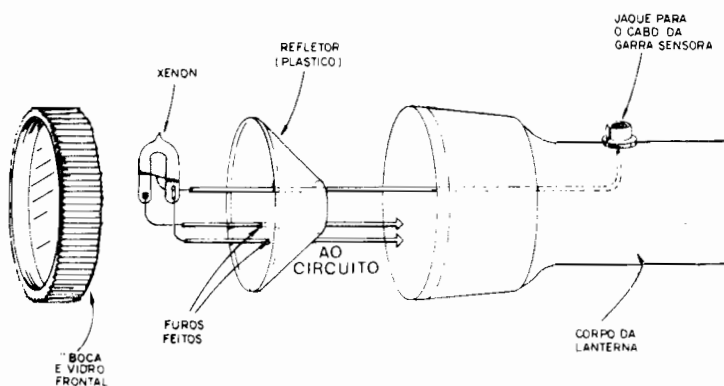

Fig.6
- FIG. 6 - “AGASALHANDO” O CIRCUITO... - No diagrama, fica claro como o corpo da lanterna de pilhas solicitado em **OPCIONAIS/DIVERSOS (LISTA DE PEÇAS)** é aproveitado para um elegante e funcional acabamento externo da SP... A placa de Circuito Impresso, estreita e longa, fica no interior da lanterna, ocupando o mesmo lugar originalmente destinado às pilhas da dita cuja... Pedacos de espuma de **nylon** podem perfeitamente servir como “calços” internos, mantendo firme o Impresso, e contribuindo para a isolamento geral do conjunto... Ainda na parte cilíndrica mais “fina” do corpo da lanterna (pode-se até, para isso, aproveitar o “buraco” original do interruptor normal da lanterna, após a remoção pura e simples desse implemento...) deve ser instalado o conector “banana fêmea”, ao qual, internamente, vai ligado o cabo que vem do terminal “D” de disparo da Xenon... Um ponto **importante** aquelas “fitas” metálicas que normalmente encontram-se agregadas a interruptor original da lanterna **também** devem ser reinovadas, não só porque desnecessárias, mas também porque podem (em vista das altas Tensões envolvidas...) estabelecer percursos de
- **FIG. 7 - CONSTRUÇÃO DA GARRA SENSORA** - A garra (pegador de papel) plástica indicada em **OPCIONAIS/DIVERSOS**, e que funcionará como sensora, "agarrada" a um cabo de vela do motor do veículo, deve ser preparada conforme ilustra o diagrama: à parte interna da suas duas "mandíbulas" deve ser colado, com adesivo forte, um pequeno "zigue-zague" de fio fino isolado... Depois de bem fixados, os dois "zigue-zagues" devem ser eletricamente reunidos, e ligados ao cabo longo (cerca de 1,5m) e flexível, terminado, na sua "outra" ponta, por um conector "banana macho" (destinado à junção com a respectiva "fêmea" situada no corpo da lanterna adaptada - ver FIG. 6 e 9...).